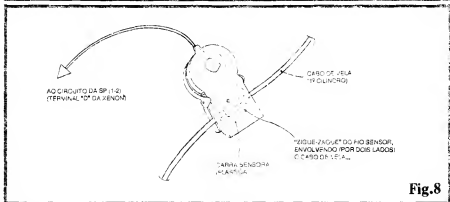

Fig.8
**- FIG. 8 - A UTILIZAÇÃO DA GARRA SENSORA...** - Toda a aparente "esquisitice" da garra sensora fica claramente explicada pelo diagrama, que mostra como ela "pega" o cabo de vela do carro, pressionando os dois "zigue-zagu" de fio fino isolado, embutidos nas suas "mandíbulas" perpendicularmente ao dito cabo da vela... Essa disposição geral permite fácil "passagem" indutiva do pulso de elevada Tensão presente no cabo de vela, ao circuito da SP, para o devido disparo da lâmpada de Xenon, com boa segurança para o operador e para o próprio circuito... Além do que, a solução é prática, funcional e elegante...